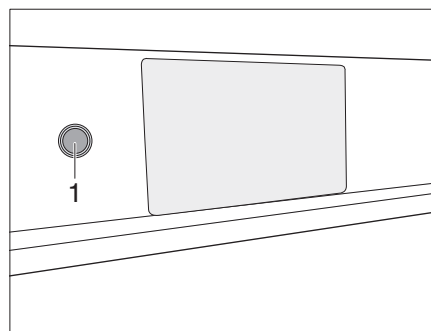

Fig. 268 Interruptor de activación SCU
- Accionar 1 vez el interruptor de activación (Fig. 268,1) para establecer la conexión con el EBL y la SCU.